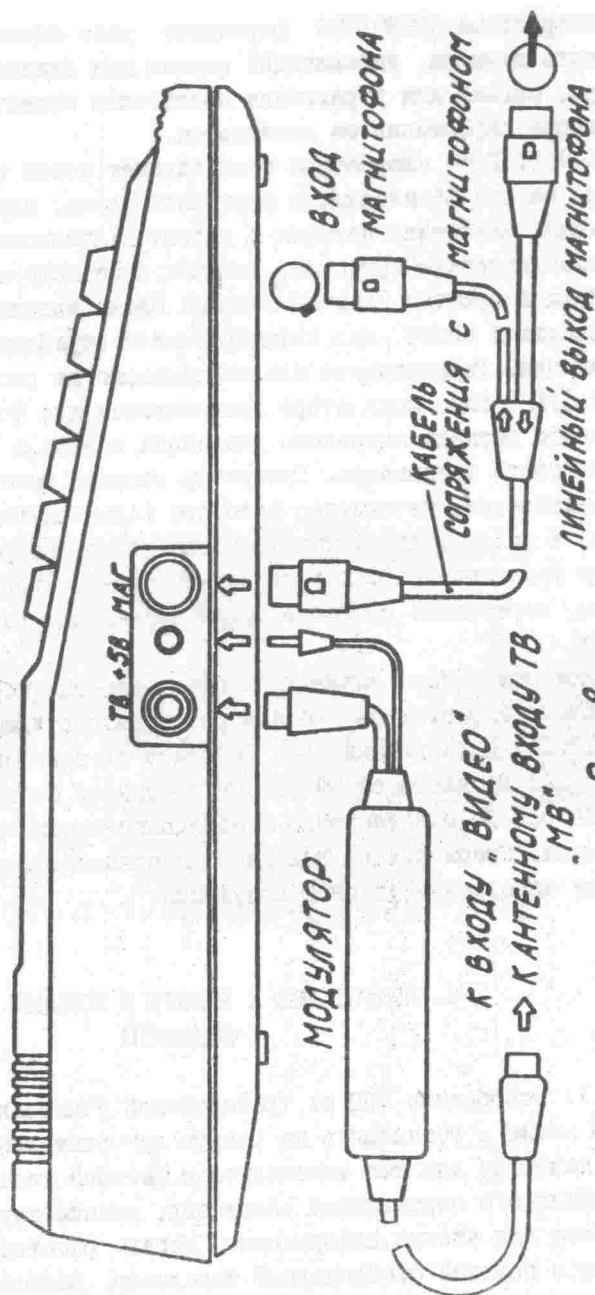

Рис. 8
6.2. Соединение МВЦ с магнитофоном и телевизором осуществляется с помощью кабеля сопряжения с магнитофоном и устройства модуляции. Подключение производится согласно рис.8.